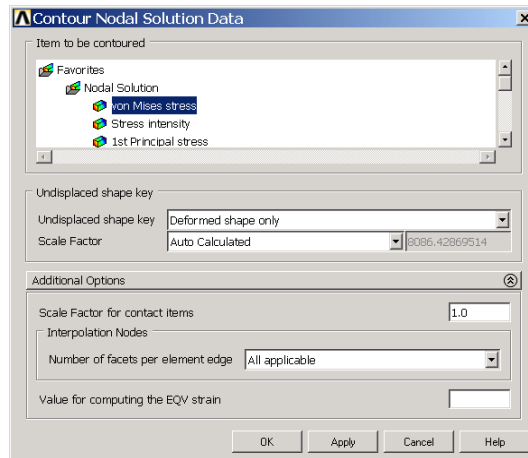

图1.45 选择等值线数据
(1) 单击 Main Menu>General Postproc>Plot Results>Contour Plot>Nodal Solu 菜单，弹出如图 1.45 所示的对话框。